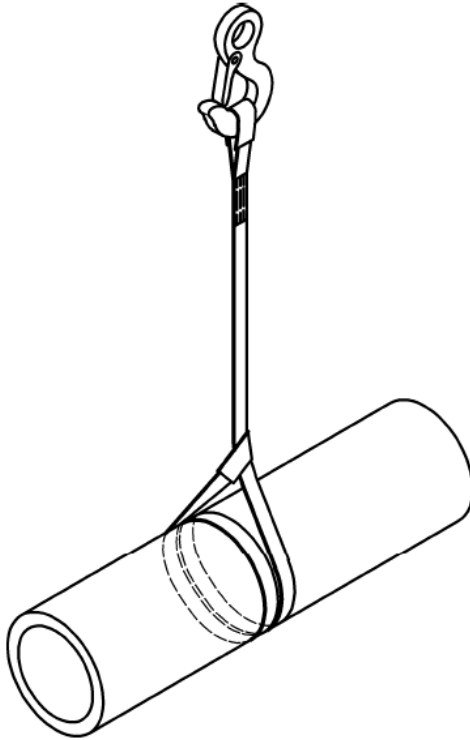

Bild 1: Doppelter Schnürgang
- Wenn ein Einweg-Hebeband im Schnürgang verwendet wird, sollte es so angebracht werden, dass es den natürlichen Schnürwinkel (120°) bilden kann; Wärmeentwicklung durch Reibung ist zu vermeiden. Es sollte niemals eine Position für das Einweg-Hebeband erzwungen werden, und es sollte keinesfalls versucht werden, die Schnürung nachzuspannen. Das korrekte Verfahren zur Sicherung einer Last im doppelten Schnürgang wird im Bild 1 dargestellt. Ein doppelter Schnürgang bietet eine größere Sicherheit und verhindert, dass die Last durch das Einweg-Hebeband rutscht.